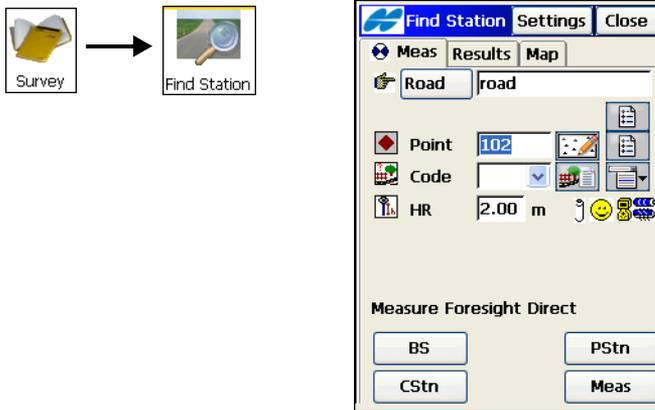

Abbildung 8-49. Suchen von Stationen: Register „Messung“
1. Wählen Sie zu Beginn **Aufnahme ▶ Station suchen** (Abbildung 8-49 auf Seite 8-48).
- Geben Sie Trasse, Namen und Code des Punktes sowie Zielhöhe ein (Abbildung 8-49).